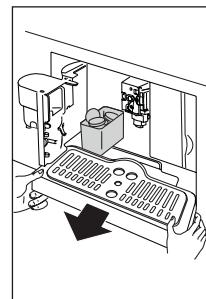

Abb. 24
- Nehmen Sie die Tropfschale und den Kaffeesatzbehälter heraus (Abb. 24).